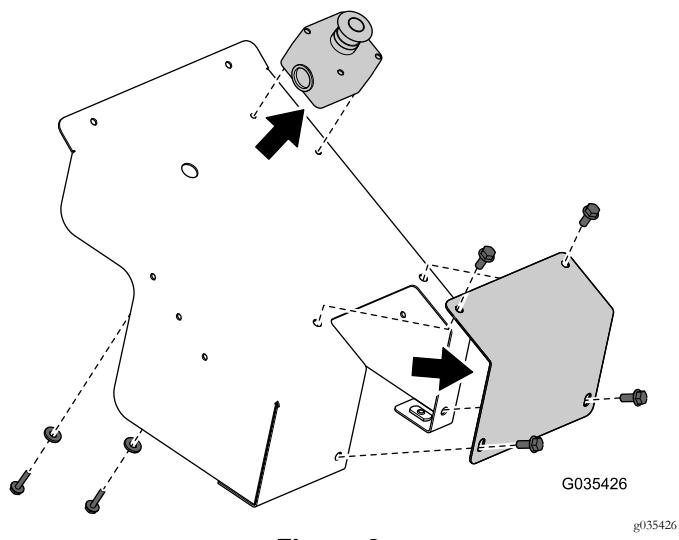

Figura 2
6. Retire o conjunto do botão E-Stop e a cobertura da anulação manual da cobertura, como se mostra na Figura 2.